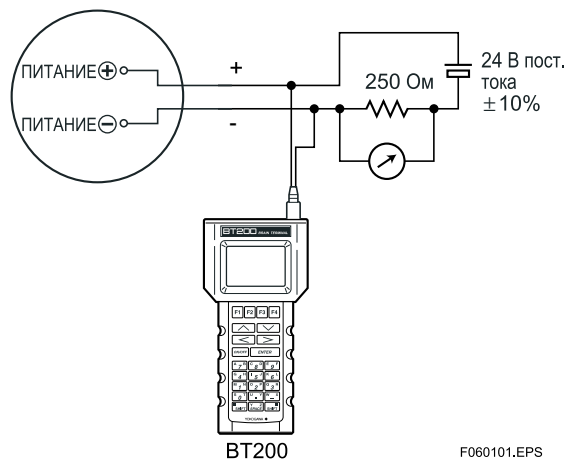

Рисунок 6.1 Подключение приборов для технического обслуживания
1. Подсоедините приборы, как показано на рис.6.1 и обеспечьте разогрев в течение 3 минут.